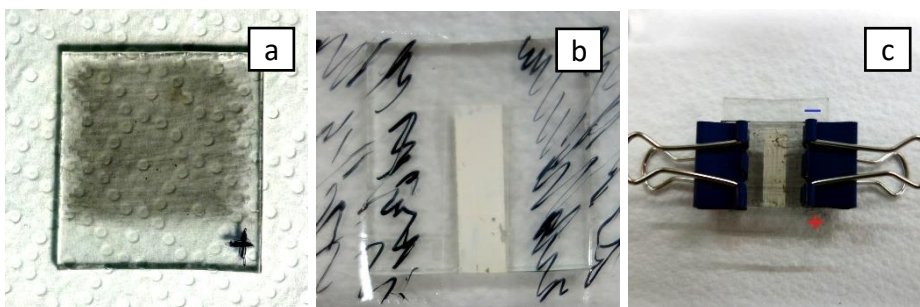

Abbildung 4
1. Stelle eine Graphit-Elektrode her, indem du die leitfähig beschichtete Seite der Glasscheibe bis auf einen Randstreifen mit einem weichen Bleistift bemalst. (Abb. 4 a)
2. Zum Schutz vor Kurzschlüssen: Beklebe den unbeschichteten Rand der TiO_2 -Elektrode mit Klebefilm. (Abb. 4 b)
4. Verwende zwei Foldback-Klammern um die Glasscheiben dauerhaft zusammenzuhalten. (Abb. 4 c)